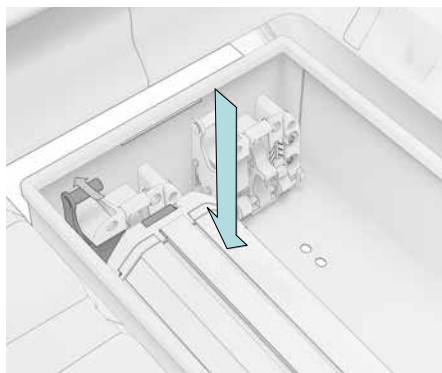

Fig. 16
2. Tirez sur le levier de déverrouillage 1 en direction de la batterie. Insérez la batterie dans la fixation jusqu'à ce qu'elle s'engage de manière audible (fig. 16).